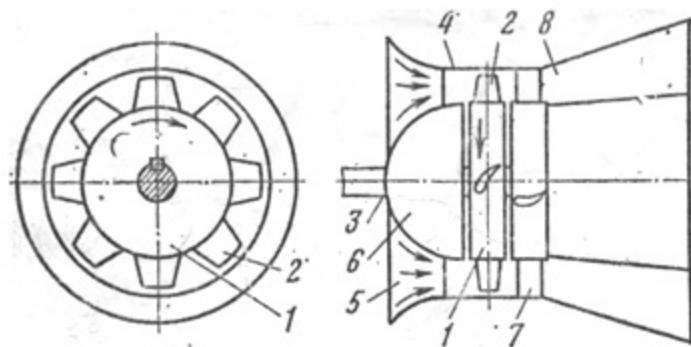

Рис. 3. Осьова турбомашина
1.1.3. *Осьова* турбомашина (рис. 3) складається з робочого колеса (1) з лопатками (2), вала (3), корпуса (4) з колектором (5), переднього обікача (6), випрямляючого апарату (7), дифузора (8) і підшипників.